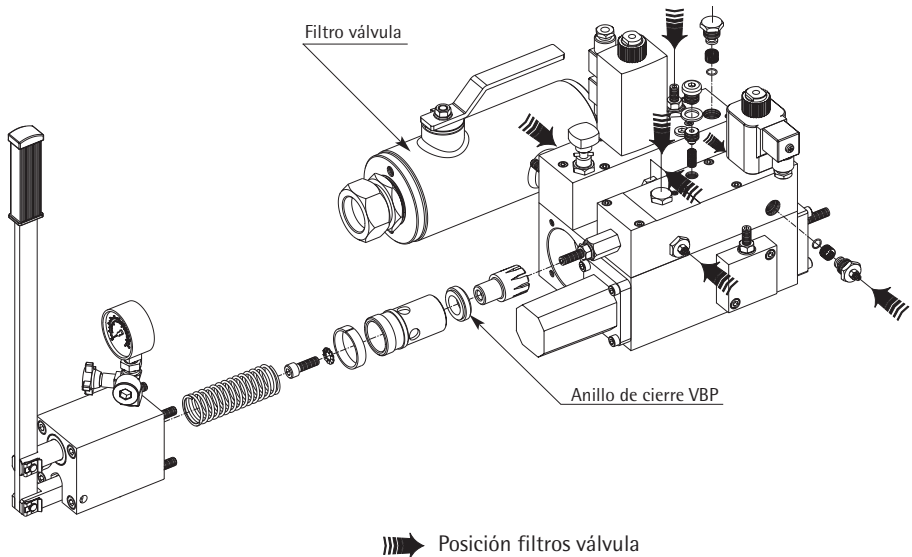

Fig. 46 Sustitución del anillo de cierre VBP y limpieza de filtros
- Sustituir el anillo de cierre de la VBP de la manera siguiente (ver Fig. 46):
- Con ocasión de una revisión general o cuando se presenten anomalías de funcionamiento, limpiar todos los filtros que se encuentran correspondientes a las electroválvulas y que se indican en la Fig. 46, pág. D840M3L.066.